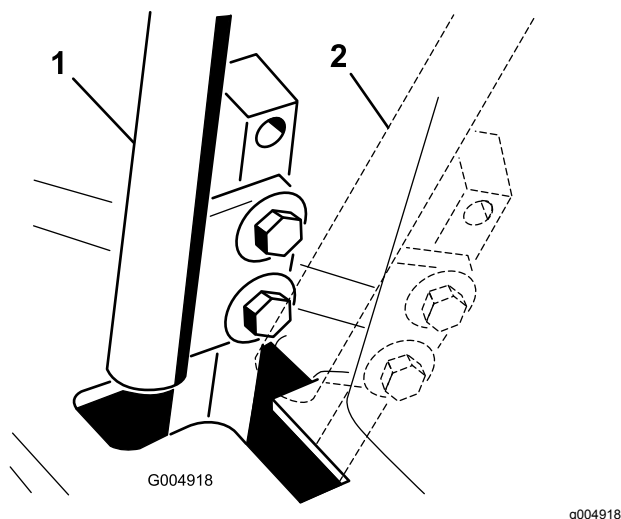

Figura 51
4. Desloque a alavanca para a posição de PONTO-MORTO, mas não **bloqueada** (Figura 51).
6. Verifique onde é que a alavanca de controlo está relativamente ao entalhe na consola (Figura 51).